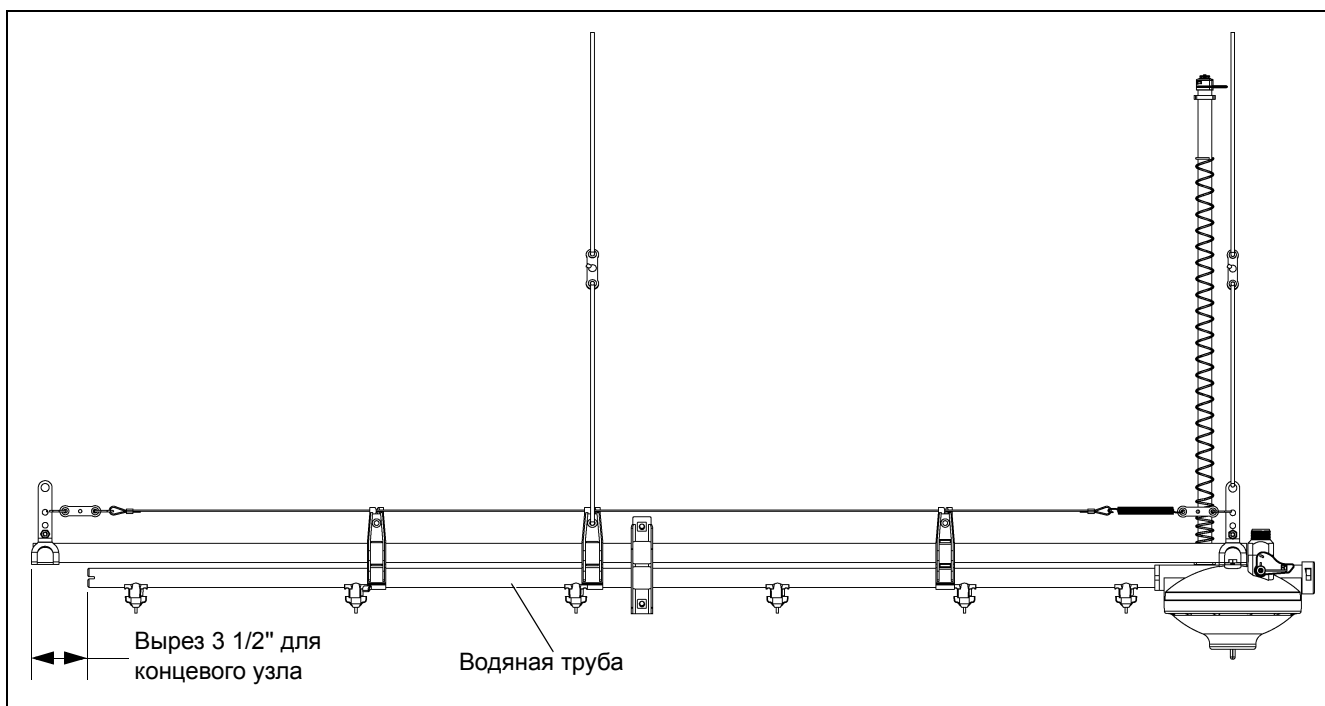

Рисунок 6I
6. Установите последнюю часть водяной трубы и отмерьте назад 3-1/2" от опорной трубы и сделайте отметку на трубе. Снимите трубу и отрежьте по метке. Вновь установите ее. Это обеспечит пространство для концевой узла. (См. Рисунок 6I.)